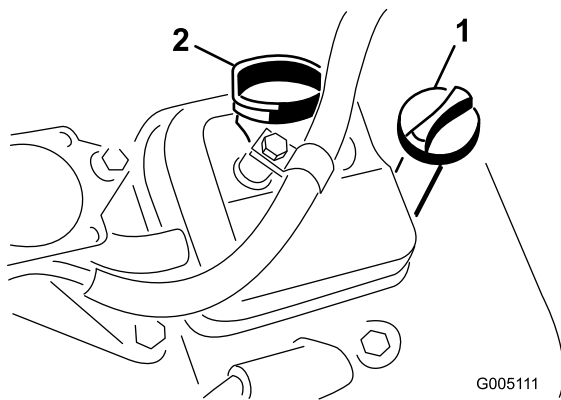

图22
3. 将量油尺拧入量油尺管道中，并确保它完全插入（图22）。